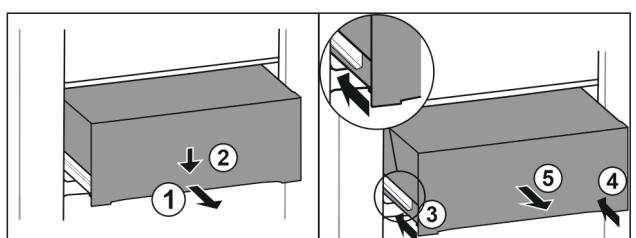

Fig. 111
- Вытяните выдвижной ящик наполовину. Fig. 111 (1)